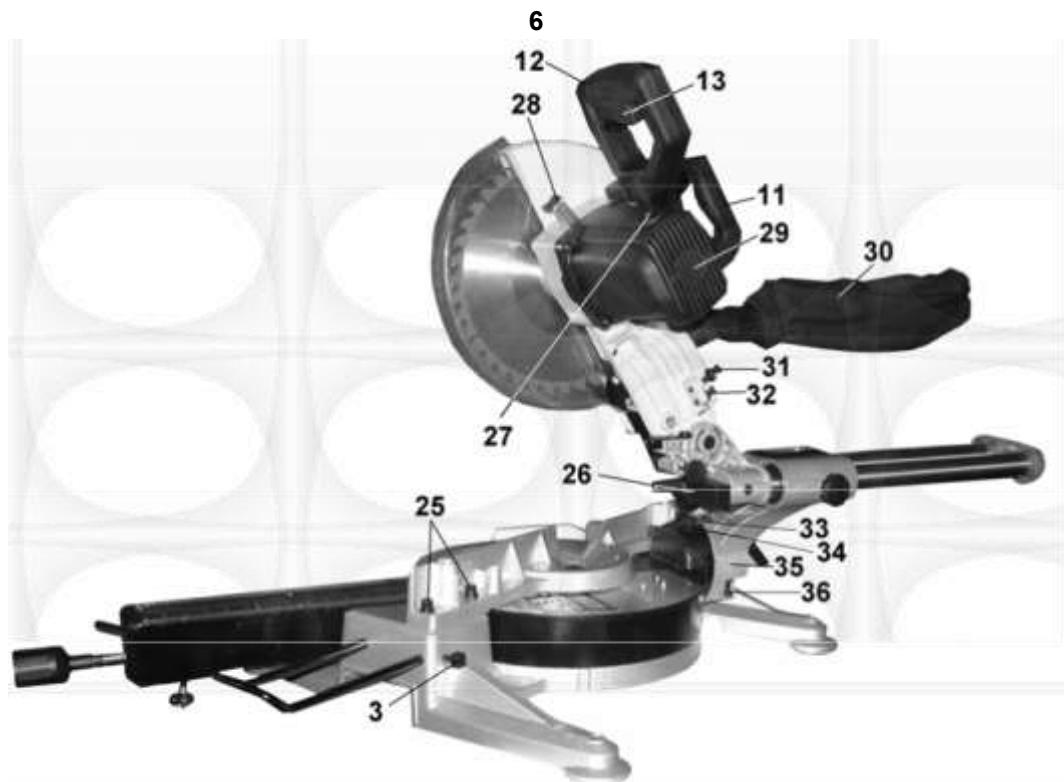
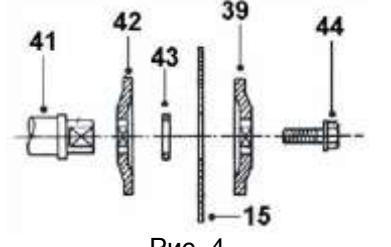
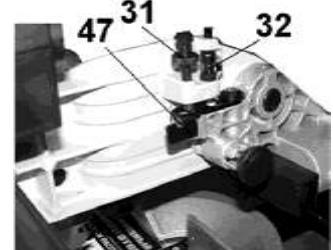

Рис. 2
Рис. 4
Рис. 11
8. СБОРКА И ПОДГОТОВКА К РАБОТЕ**8.1. Сборка (Рис.2)**
8.2. Приведение пилы в верхнее положение (Рис.2)
8.2.2. Удерживая пилу за рукоятку (12), переместите её в верхнее положение, как показано на Рис.2.
8.3. Транспортировка (Рис. 2)
8.4. Монтаж (Рис.2). Перед использованием пилу необходимо установить на ровной устойчивой поверхности верстака или рабочего стола. Устойчивость пилы обеспечьте регулировочными винтами (24). Для большей устойчивости выкрутите четыре регулировочных винта (24) и через резьбовые отверстия закрепите основание (1) к поверхности рабочего стола или верстака. Обязательно используйте при креплении плоскую и пружинную шайбы на каждый болт (не комплектуется).
8.5. Установка поворотного стола в положение 0° (Рис.2)
8.6. Замена пильного диска. Пила KORVET 4-430 оснащена пильным диском (15) (Ø255мм x 30мм), Рис.2. В комплект поставки входят переходные кольца Ø16-32мм и Ø16-25,4мм (Ж), Рис.1, предназначенные для установки пильного диска (15) с соответственным посадочным диаметром.
Нажмите и удерживайте кнопку (28), Рис.2, проворачивая пильный диск (15) и зафиксируйте его.
Выкрутите болт (44), Рис.4, по часовой стрелке. Снимите наружный фланец (39) и пильный диск (15), Рис.4.
Перед установкой пильного диска (15) внимательно осмотрите каждую напайку. На них не должно быть трещин и сколов. После установки пильного диска (15) при первом включении и при последующей работе не находитесь в плоскости вращения пильного диска (15), Рис. 2.
Установите пильный диск (15) в соответствии с последовательностью, указанной на Рис.4 так, чтобы зубья пильного диска (15) были направлены вниз в передней части пилы, Рис.2. На шпиндель (41) установите внутренний фланец (42), переходное кольцо (43) и пильный диск (15) с соответствующим посадочным диаметром. Установите наружный фланец (39).
Закрутите болт (44), Рис.4, вращением против часовой стрелки, удерживая кнопку (28) фиксации пильного диска (15) в нажатом положении, Рис.2. Установите и закрепите защитный кожух (14).
9.1. Действие выключателя (Рис. 2). Перед включением пилы в розетку удостоверьтесь, что кнопка выключателя (13) правильно действует и возвращается в позицию «Выкл.» при ее отпускании.
9.2. Защитный кожух (Рис. 2)
9.3. **Пылесборный мешок** (Рис. 2). Используйте пылесборный мешок (30) во время пиления для более аккуратной работы и легкого удаления опилок из рабочей зоны. Когда пылесборный мешок (30) наполнится наполовину, отсоедините его от пилы и освободите от содержимого, открыв замок молнии.
Ослабьте винт фиксации (8), переведите пилу в заднее положение, Рис.2. Для регулировки положения 90° ослабьте контргайку болта (36). Вращением болта (36) установите пильный диск (15) по угольнику (не комплектуется) относительно поворотного стола (17). Положение зафиксируйте контргайкой болта (36). При необходимости ослабьте винт фиксации (46) указателя (33). Указатель (33) совместите со значением 0° по шкале (34).
ВНИМАНИЕ: Установку угла наклона производите при полностью поднятой вверх рукоятке (12), Рис.2. После каждого изменения угла наклона проверяйте закрепление ручки фиксации угла наклона (5).
10.3. Регулировка положения упора (Рис. 2,6,7).
Ослабьте четыре винта (25). Передвигая упор (4), установите прямой угол между плоскостью пильного диска (15) и плоскостью упора (4) по угольнику (не комплектуется), Рис.2, 6. Положение упора (4) зафиксируйте винтами (25)..
10.4. Регулировка глубины пиления (Рис. 2,11)
Винт (32), Рис.11, ограничивает максимальное опускание пильного диска (15), Рис.2. Для регулировки максимальной глубины опускания пильного диска (15) ослабьте контргайку винта (32), Рис.11.
Отрегулируйте и зафиксируйте контргайкой положение винта (32), Рис.11. Ограничение глубины пропила регулируется вращением винта (31), Рис.11. Для того, чтобы винт (31) ограничивал опускание пильного диска (15) на требуемую глубину пиления, необходимо переместить упор (47).
Возвратная пружина (48), Рис.12, служит для автоматического подъема пильного диска (15) после пиления, Рис.2. Жесткость возвратной пружины (48) регулируется винтом (53), Рис.13.
10.6.2. Для регулировки лазерного луча возьмите деревянный брус максимальной шириной пиления вашей пилы, но не менее 100 мм и длиной 500 мм. Боковая плоскость бруса (кромка), сопрягаемая с упором (4), Рис.2, должна быть хорошо обработана.
10.6.3. Прижмите брус кромкой к упору (4) и закрепите струбциной (6) на поворотном столе (17). Поворотный стол (17) должен быть установлен в положение 0°, Рис.2.